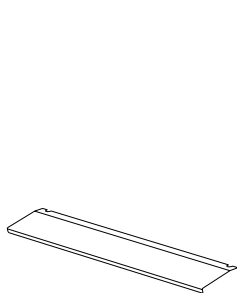

Figura 29
1. Um painel de segurança é projetado para proteger o painel de controlo e os botões quando o forno estiver no modo de grelhador. (Figura 29)